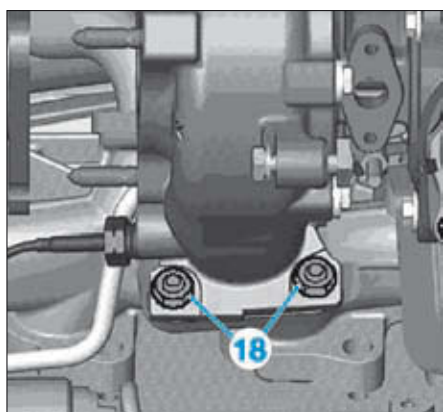

FIG. 59
- les 2 écrous (18) du turbocompresseur sur le collecteur (Fig.59),